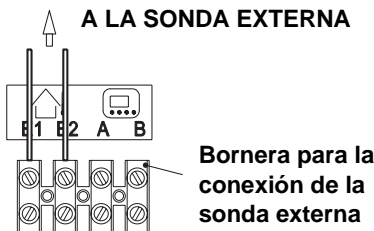

Fig. 5.24 Bornera sonda externa.
- 2 Conecte los bornes E1 y E2 del tablero de bornes a los dos conductores eléctricos. Fig. 5.24